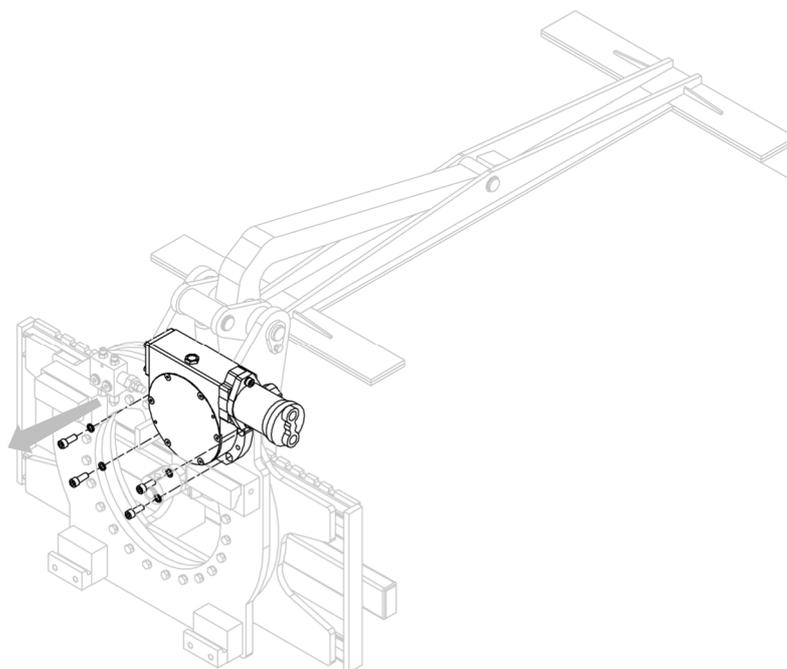

Figure 23
3. Retirer le couple réducteur-moteur de la structure de l'équipement, après avoir retiré les vis correspondantes (voir *Figure 23*).